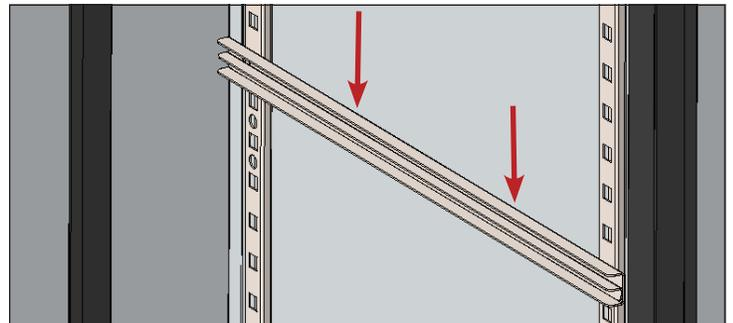

Fig. 3. Premere verso il basso per assicurarsi che lo scorrimento sia completamente inserito.
4. Premere delicatamente verso il basso per serrare lo scorrimento del ripiano/vaschetta in posizione. Vedere fig. 3.